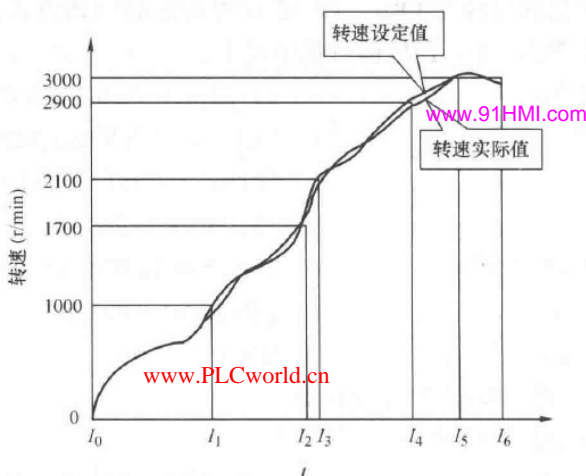

图 7-4 转速测试曲线
(2) 自动升速。当入口调节蝶阀全开后，透平以一定转速冲转，此时可以将升速方式切换为自动。自动升速开始时为暂停状态，如果开始升速则将按照预先设定好的升速曲线升速，在升速过程中可以暂停，当达到透平额定转速（3000r/min）时进行并网操作。
(3) 测试曲线。图 7-4 所示为本系统转速设定曲线和实际测试曲线。可以看出，在整个控制范围内转速最大控制偏差在 20r/min 以内，在额定转速附近转速控制精度很高，控制效果良好，能满足工艺要求。